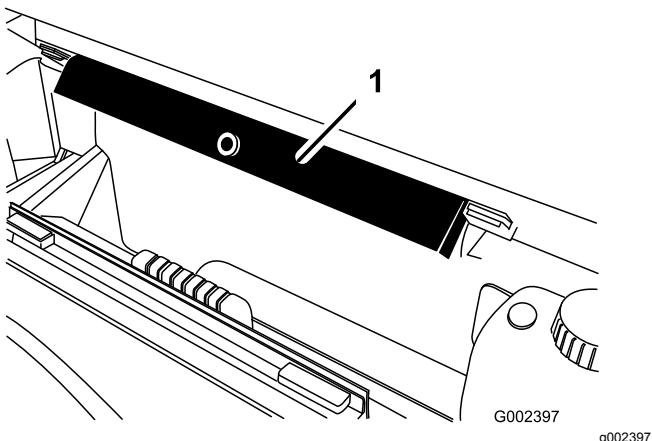

Bild 11
- Nehmen Sie die Ladepritschenstütze aus den Einlagerungshalterungen hinten an der Überrollschutzplatte (Bild 11).